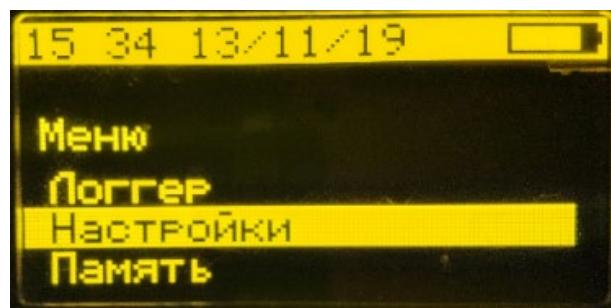

Рисунок 14. Основное меню СТ при подключении ЛС
7.2. В основном меню СТ при подключении ЛС (Рисунок 14 . Основное меню СТ при подключении ЛС) отсутствуют сведения о номере устройства,